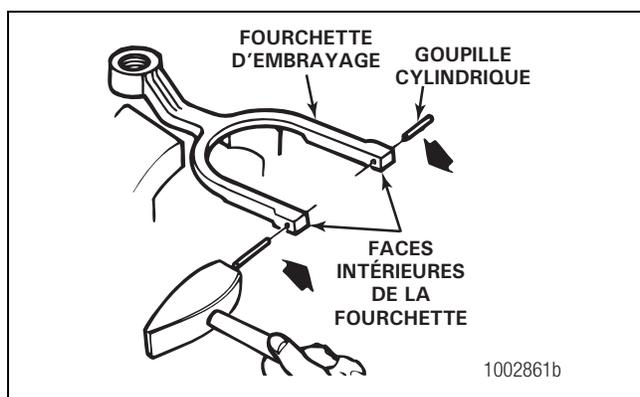

Figure 6.8
1. Si le dispositif utilise une fourchette d'embrayage équipée de goupilles cylindriques, installer les goupilles cylindriques aux extrémités de la fourchette. Engager les goupilles jusqu'à ce qu'elles affleurent les faces intérieures de la fourchette. Figure 6.8. Ne pas installer complètement les goupilles à ce stade.